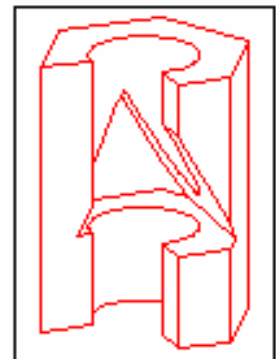

Рис. 5.56
65. На панели **Слои (Layers)** с поле списка открыть (с помощью ▼) список слоев и у слоя **Диметрия-HID** щёлкнуть индикатор , тем самым выключив слой невидимых линий (рис. 5.56).